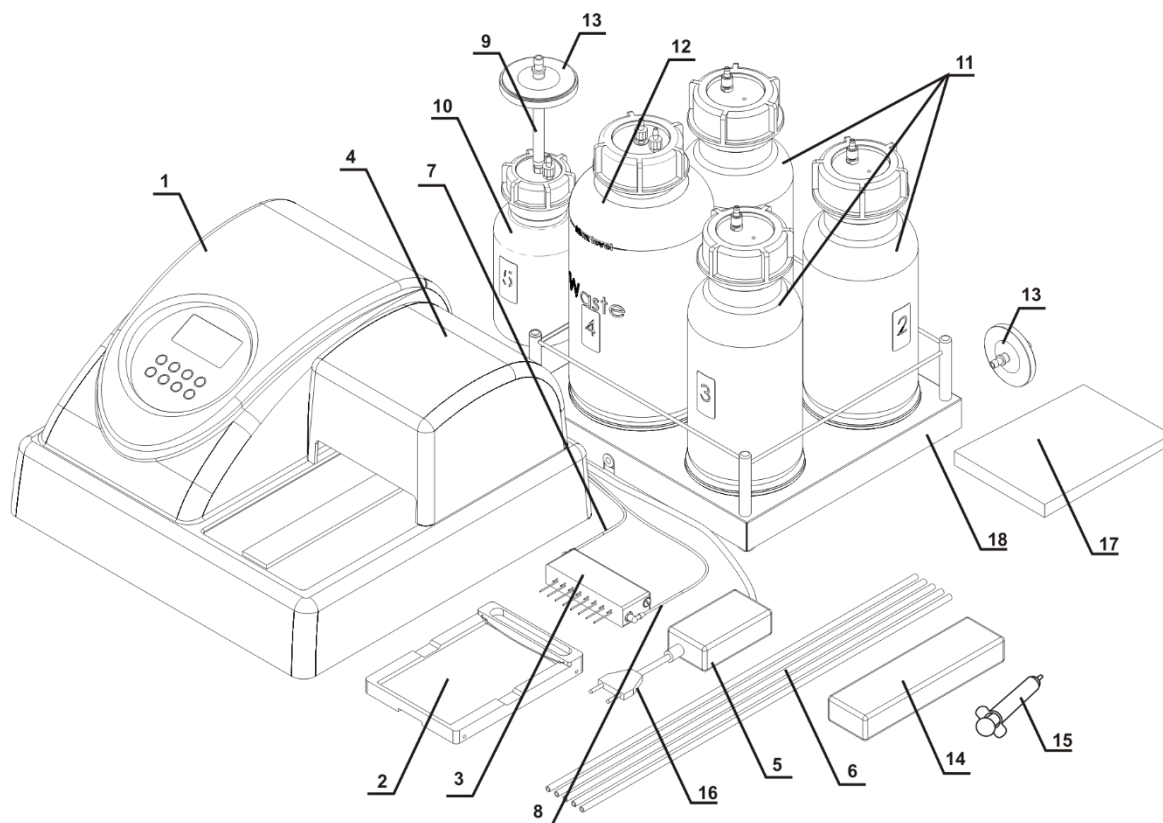
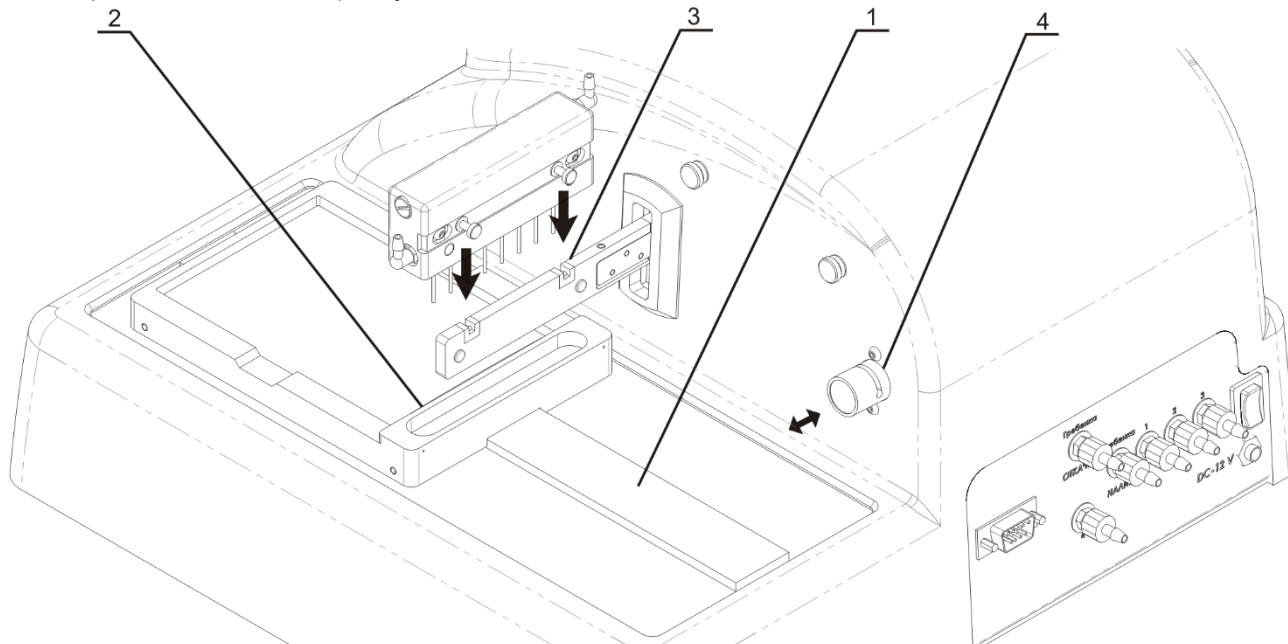
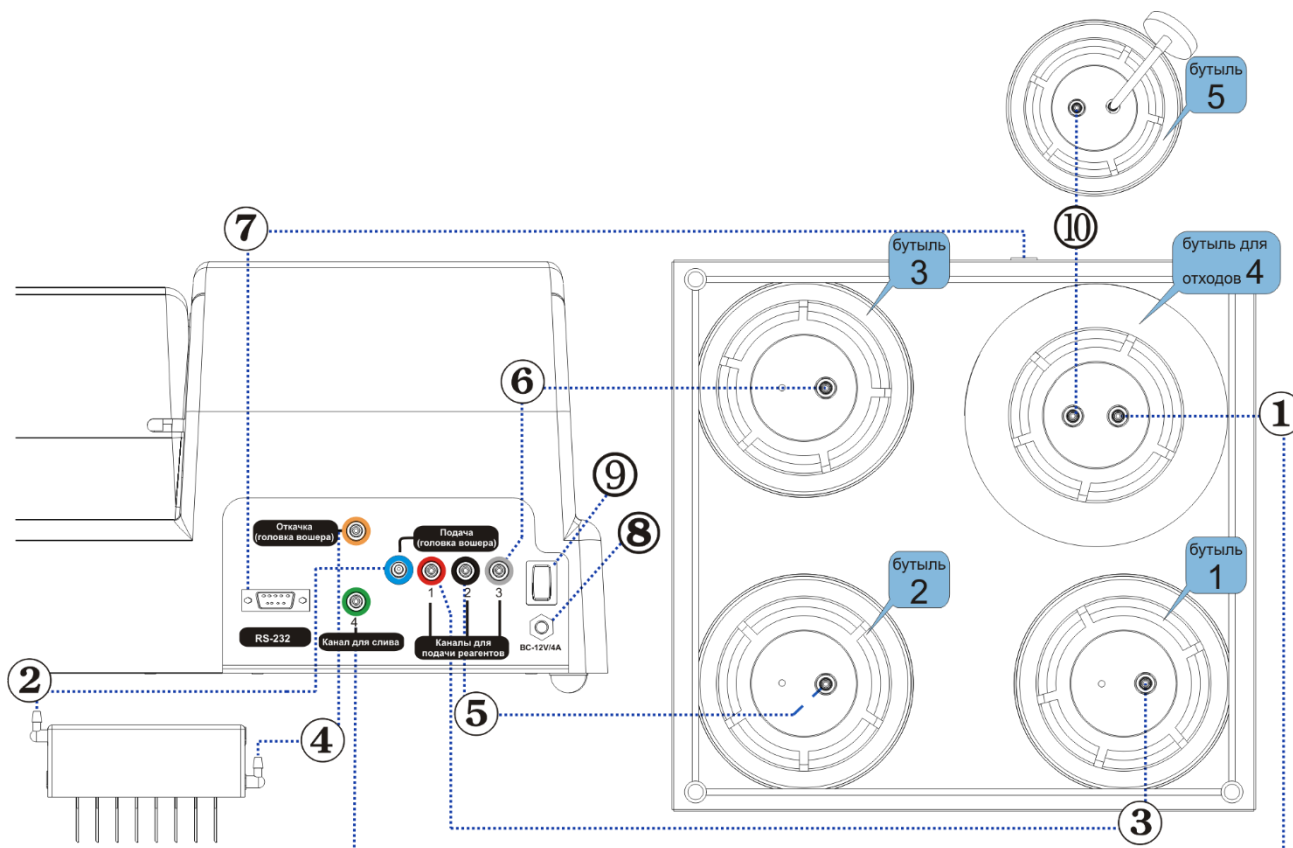

Рисунок 1. Комплектация прибора
Рисунок 2. Подготовка прибора к работе.
Рисунок 3. Диаграмма сборки
- 4.4.4. Установите каретку на рельс (рис. 2/1), расположенный на платформе прибора, так, чтобы держатель планшета (плоская пружина) был направлен к задней стенке прибора (рис. 2/2). Магнит в нижней части каретки притянет ее в исходную позицию.
- 4.4.6. Установите промывочную гребёнку в пазы держателя (рис. 2/3). Магниты в гребёнке и держателе соединят и выровняют гребёнку.
- 4.4.7. Соедините трубкой (рис. 1/7) штуцер промывочной гребенки, по которому подается жидкость, с **синим** штуцером **Подача (гребенка вошера)** на задней панели прибора (рис. 3/2).
- 4.4.8. Соедините трубкой (рис. 1/8) штуцер промывочной гребенки, по которому откачивается жидкость, с **жёлтым** штуцером **Откачка (гребенка вошера)** на задней панели прибора (рис. 3/4).
- 4.4.9. Соедините штуцер **Канал для слива** (4 – **зеленый**) на задней панели прибора трубкой со штуцером двухлитровой бутылки (под номером 4) для сбора отработанной жидкости (рис. 3/1).
- 4.4.10. На штуцер пол-литровой бутылки (под номером 5) установите трубку для гидрофобного фильтра (рис. 1/9), а на нее – гидрофобный фильтр (рис. 1/13). При установке гидрофобного фильтра его поверхность с надписью “IN” должна быть обращена к пробке бутылки (рис. 11).
- 4.4.11. Соедините бутылку для сбора отработанной жидкости с пол-литровой бутылкой под номером 5 (рис. 3/10).
- 4.4.12.1 К штуцеру (1 – **красный**) (рис. 3/3) трубкой (рис. 1/6) подсоедините бутылку с буфером 1.
- 4.4.12.2 К штуцеру (2 – **черный**) (рис. 3/5) трубкой (рис. 1/6) подсоедините бутылку с буфером 2.
- 4.4.12.3 К штуцеру (3 – **белый**) (рис. 3/6) трубкой (рис. 1/6) подсоедините бутылку с буфером 3.
- 4.4.13. Установите трубку промывочной гребенки (рис. 3/2) в прорезь клапана (рис. 2/4). Нажмите на клапан по направлению стрелки и, удерживая его, немного растяните трубку, поместите ее в прорезь и отпустите клапан.
- 4.4.16. Если используется **4 CHW Logger**, четырехместный терминал контроля объема жидкости, распакуйте его и вытащите прокладки из-под чашек весов. Установите бутылки на терминал в соответствии с нумерацией. Подключите кабель RS-232 к разъему на задней панели прибора и к терминалу контроля объема жидкости (рис. 3/7).
Внимание! Перед тем как подключать прибор к сети, убедитесь, что выключатель питания (рис. 3/9) на задней панели прибора находится в положении **0** (выключено).
4.5.1. Подключите внешний блок питания к разъему (рис. 3/8) на задней панели прибора.
4.5.2. Подключите к внешнему блоку питания сетевой шнур (рис. 1/16).
Примечание. При использовании планшетов FastFRAME, снимите держатель планшета (рис. 2/2), а после работы верните его на место.